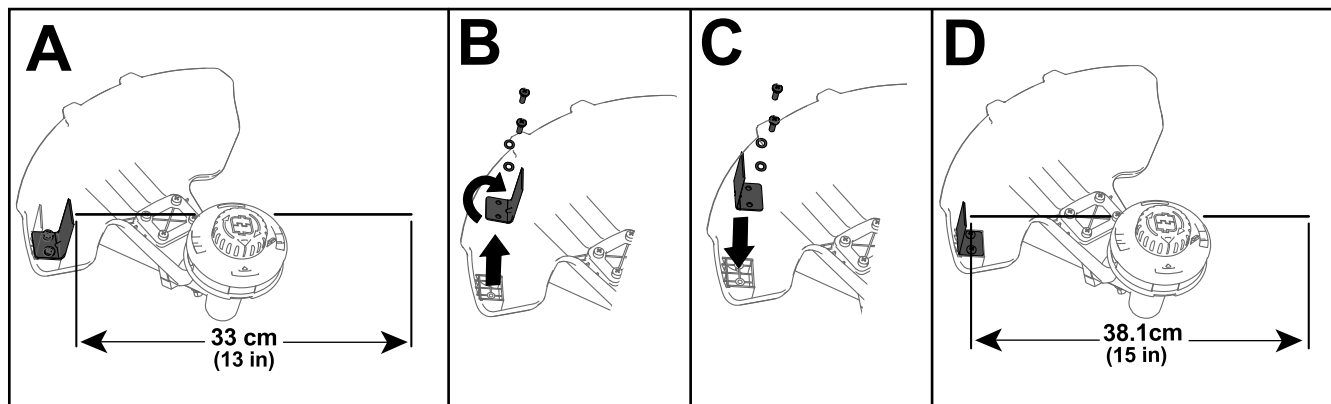

Figure 10
La débroussailleuse est réglée à l'usine pour offrir une largeur de coupe de 33 cm (13 po), comme montré en A de la Figure 10. Reportez-vous aux instructions suivantes pour régler la largeur de coupe à 38 cm (15 po), comme montré en D de la Figure 10.
1. Déposez l'équerre de réglage au fond du déflecteur en retirant les 2 vis de fixation (B de la Figure 10) et tournez l'équerre de 180°.
2. Remettez ensuite les 2 vis retirées précédemment (C de la Figure 10).